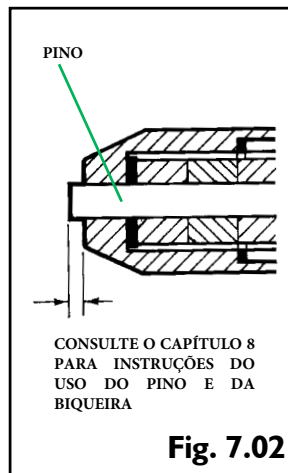

Fig. 7.02
- ▶ Cheque se o pino está retraído (Fig. 7.02)